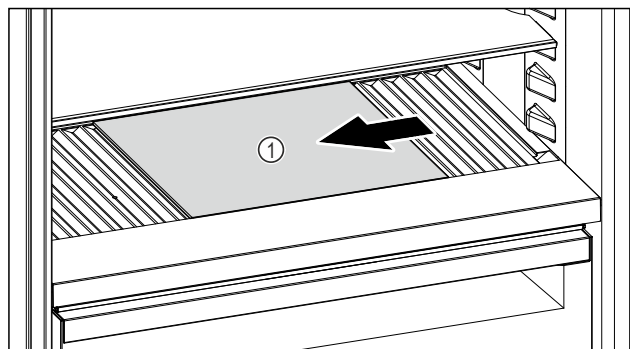

Fig. 252
- Spostare il ripiano di vetro Fig. 252 (1) verso sinistra, al centro o verso destra.